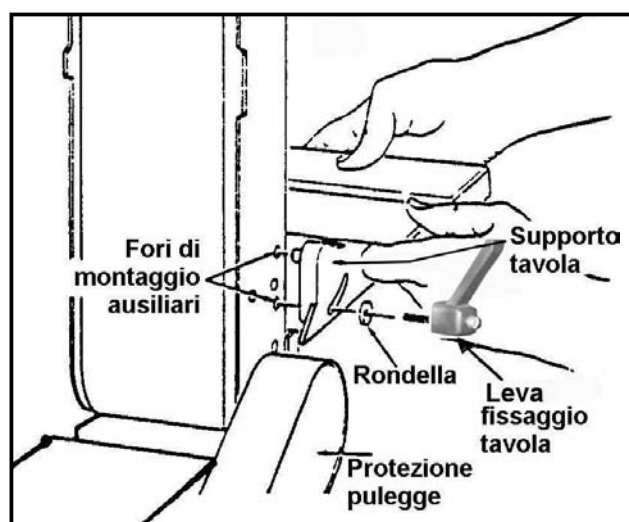

Figura 37 – Montaggio della tavola di lavoro Art. 0505.
6. Montare la tavola di lavoro sul nastro in verticale, inserendo il perno (D) e la leva (E) nei fori ausiliari presenti sul fianco del telaio porta-nastro, come mostrato in figura 37.